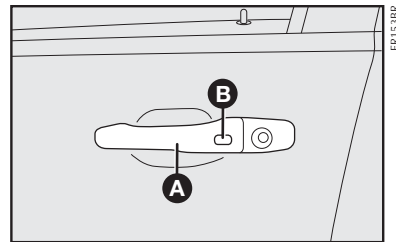

fig. 5
Se você estiver do lado de fora do veículo, uma vez fechadas as portas, é possível realizar o travamento pressionando o botão **B-fig. 5**.
- Pressione o botão **B-fig. 5** na maçaneta externa de acesso passivo da porta com uma chave válida disponível na mesma área externa.
- Puxe a maçaneta **A-fig. 5** de destravamento do acesso passivo da porta.